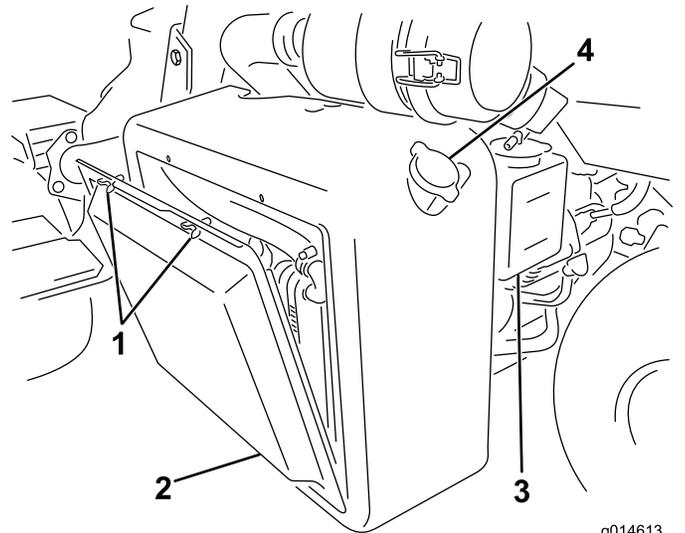
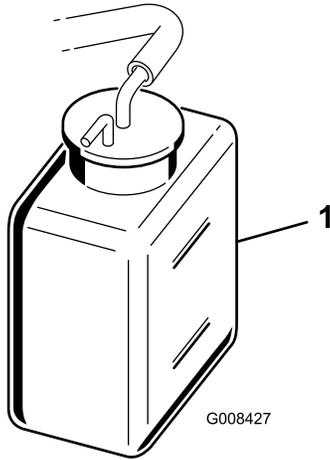

图47
图48
1. 拆下散热器吸风滤网图47。
2. 检查冷却液液位 图47 和 图48。